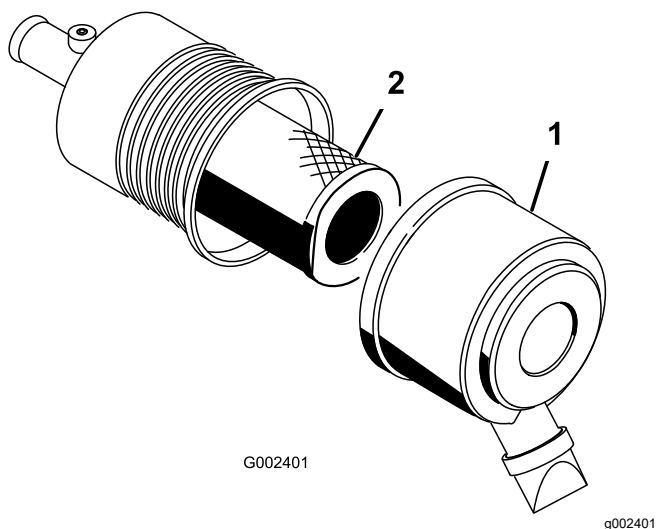

Figure 33
1. Déverrouillez le filtre à air et détachez le couvercle du boîtier du filtre (Figure 33).
3. Sortez l'élément filtrant du boîtier du filtre à air avec précaution (Figure 33).
5. Insérez le filtre sur le tube du boîtier avec précaution (Figure 33).
6. Reposez le couvercle du filtre à air, le côté en haut, et verrouillez-le (Figure 33).